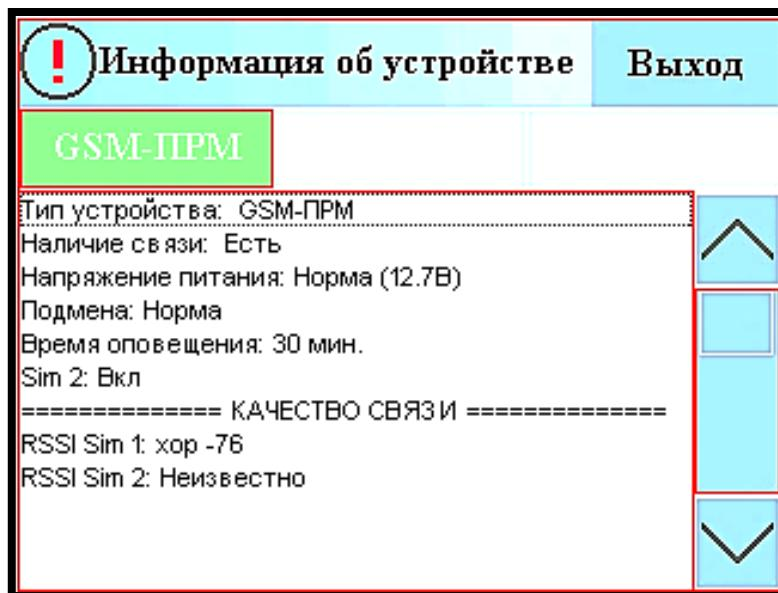

Рисунок 9 – Окно информации о GSM-ПРМ
2.5.1 В окне «Информации об устройстве» отображается следующая информация (см. рисунок 9):